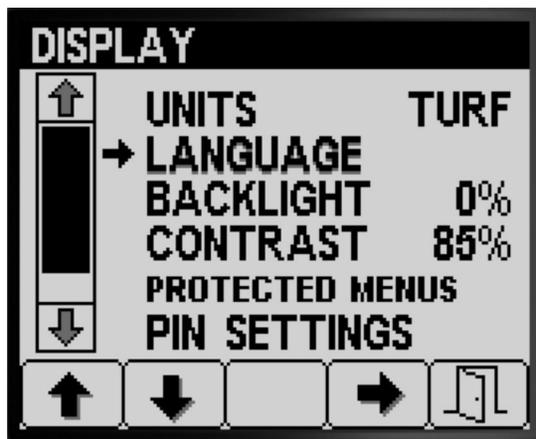

图 18
- 按 1 号或 2 号按钮可导航至 LANGUAGE 语言选项图 18。
- 按 4 号按钮可选择 LANGUAGE 语言 条目图 18。